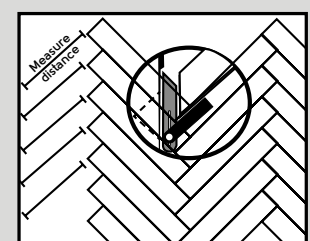

Abb. 9
10. Das Schneiden und Verlegen von Dielen an den Wänden sollte wie folgt erfolgen: Messen und markieren Sie die Dielen wie in der Abbildung gezeigt. Der Winkel für die Wand kann mit einem Winkelsucher (siehe unten) ermittelt werden (Abb. 9).